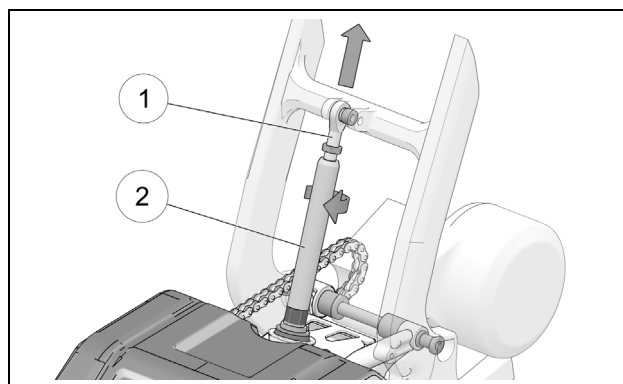

Figure 2
- Desserrer le contre-écrou de l'embout à rotule (1). Ajuster la longueur de l'embout en tournant le bras de couplage (2) à l'aide d'une clé 25 mm. Figure 2.